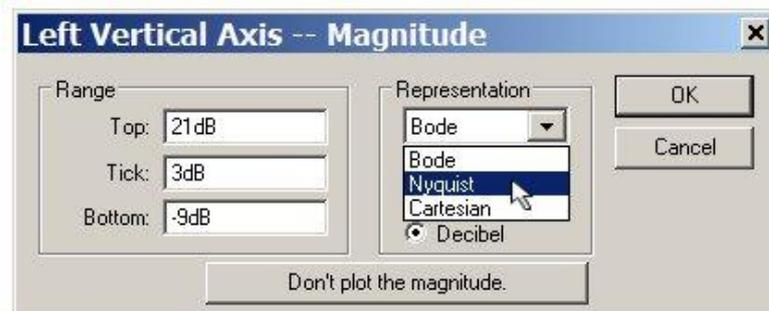

Bild 17: y-Achsen-Editor
Plotten der Phase auszuschalten: Don't plot phase. Ein analoges Dialogfeld öffnet sich beim **Links**-Klick auf die rechte Achse. Es erlaubt das Ausschalten des Amplitudenganges durch Betätigen der Schaltfläche Don't plot magnitude, siehe **Bild 17**.
- **Ortskurven-Darstellung:** Im Fall einer AC-Analyse kann das Simulationsergebnis auch in Form einer Ortskurve dargestellt werden: Realteil = x-Achse, Imaginärteil = y-Achse. Dazu wird der y-Achsen-Editor (siehe **Bild 17**) durch **Links**-Klick auf die linke-y-Achse geöffnet. Im Menü Representation wird Nyquist ausgewählt.
Öffnen der Achsen-Editoren durch **Links**-Klick auf die Achsen, Editor vergl. **Bild 17**.